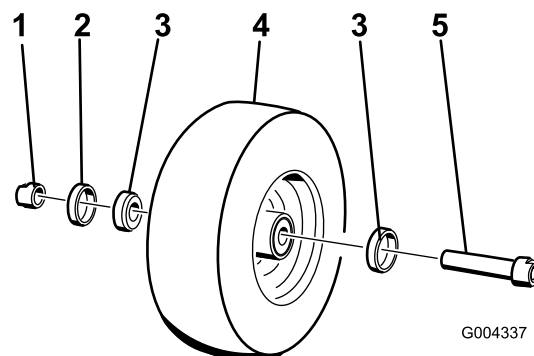

Figura 27
6. Retire **una** de las tuercas espaciadoras (con segmentos planos para llave inglesa) del eje (Figura 27).
7. Retire el eje **sin** retirar la otra tuerca espaciadora (Figura 27).
10. Introduzca el cojinete y una junta nueva en la rueda (Figura 27).
12. Instale el conjunto de tuerca y eje en la rueda, en el lado que lleva el cojinete y la junta nueva (Figura 27).
14. Instale el segundo cojinete y una junta nueva en la rueda (Figura 27).